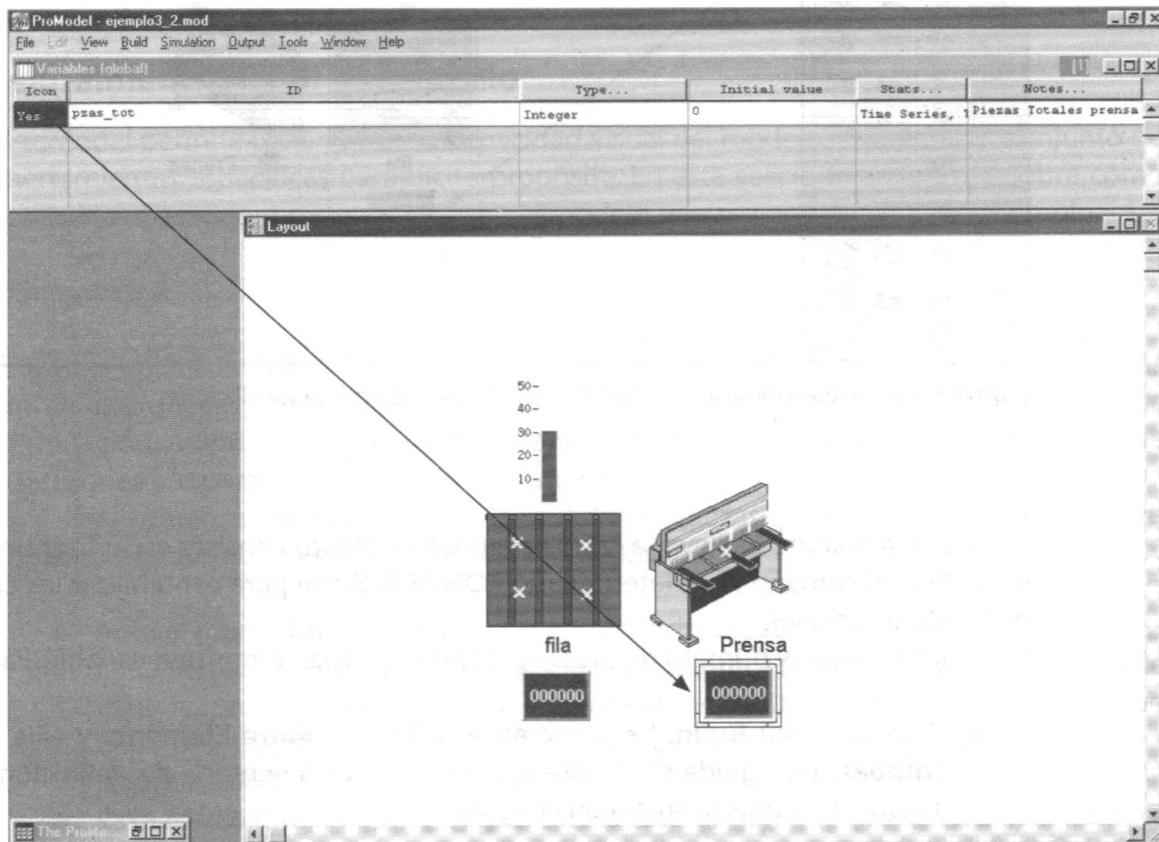

Figura 5.18 Determinación de los parámetros de la variable que contabiliza piezas totales
- Toda vez que queremos que el icono de esta variable aparezca en la simulación, haga clic en la columna **Icon** y después haga clic nuevamente en el lugar en donde quiere que aparezca el contador (vea la figura 5.18).